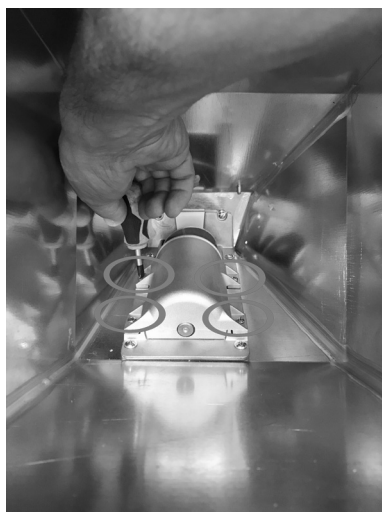

Fig. 78 - Fjernelse af skruer
- Tag adgang fra tanken og løs de 4 skruer på skærmen på snekken (se **Fig. 78**).